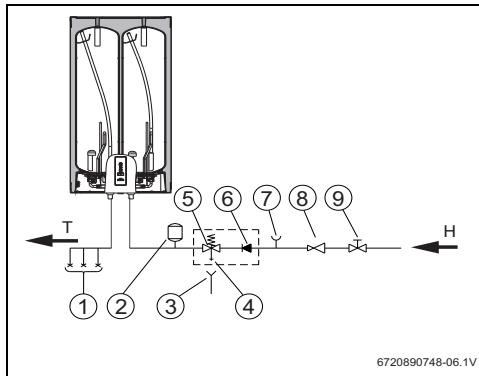

Fig. 7 Sistema fechado (pressurizado)
- ▶ No caso de sistema fechado sob pressão (Fig 7.) devem ser utilizadas torneiras misturadoras sob pressão nos pontos de consumo.
- Montar a válvula de segurança na ligação de água fria do termoacumulador (Fig. 7).
- instalar uma válvula redutora (Fig. 7). A válvula de segurança vai atuar sempre que a pressão da água no termoacumulador for superior a 9bar ($\pm 0,5$ bar), pelo que é necessário prever uma forma de canalizar o escoamento dessa água.